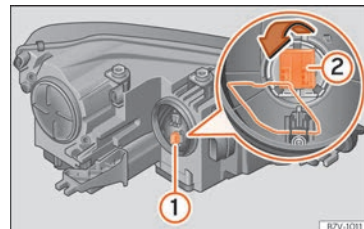

Fig. 65 Portalámparas del intermitente ① y luz para curvas ②.
- Gire el portalámparas » fig. 65 ① hacia la izquierda hasta el tope y extráigalo junto con la lámpara retirándolo hacia atrás.
- Presione con fuerza el gancho de alambre hacia abajo y extraiga hacia atrás el portalámparas ② » **fig. 65** junto con la lámpara.